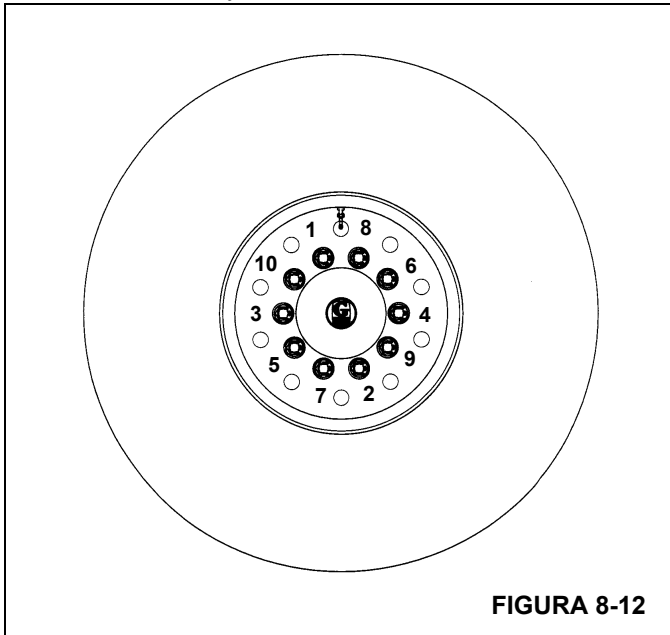

FIGURA 8-12
6. Apriete las tuercas de rueda en la secuencia mostrada, a un par de apriete preliminar de 68 Nm (50 lb-pie) (vea la Figura 8-12).
7. Continúe apretando las tuercas en secuencia hasta que las 10 queden apretadas a un par de 610 a 678 Nm (450 a 500 lb-pie) (vea la Figura 8-12).